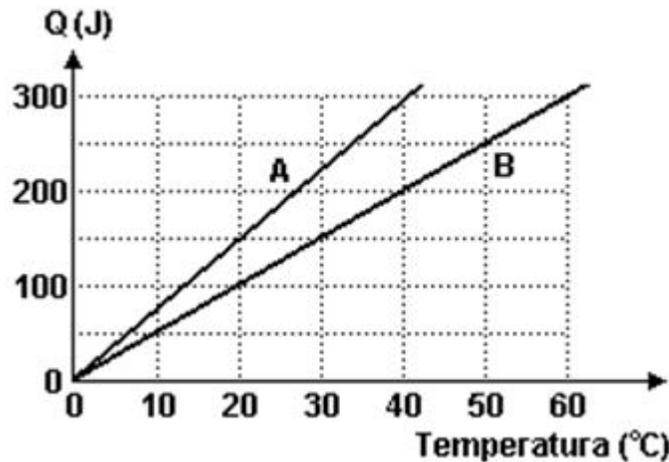

Figura 5.12: Quantidades de calor Q absorvidas pelos corpos A e B
12. (Vunesp) A figura 5.12 mostra as quantidades de calor Q absorvidas, respectivamente, por dois corpos, A e B, em função de suas temperaturas.